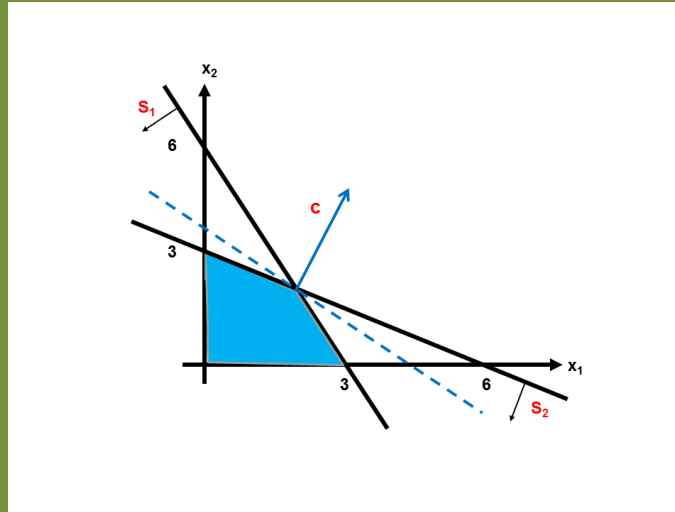

Figura 2.5: Maximización: Resolución gráfica.
- En primer lugar representamos la región factible y la mejor curva de nivel asociada a la función objetivo. Ver Figura 2.5.